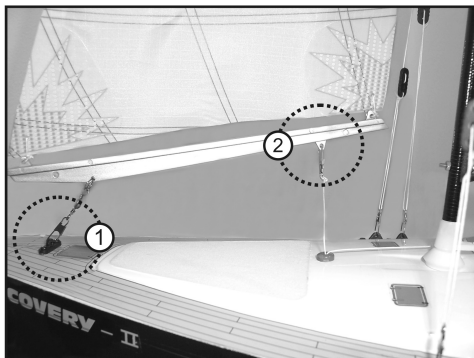

Figura 7
- Montare la vela di prua con fune e gancio sul ponte della barca come mostrato nella Figura 7, Pos. 1.
- Agganciare la fune di comando sull'albero della vela di prua come descritto nella Figura 7, Pos. 2.